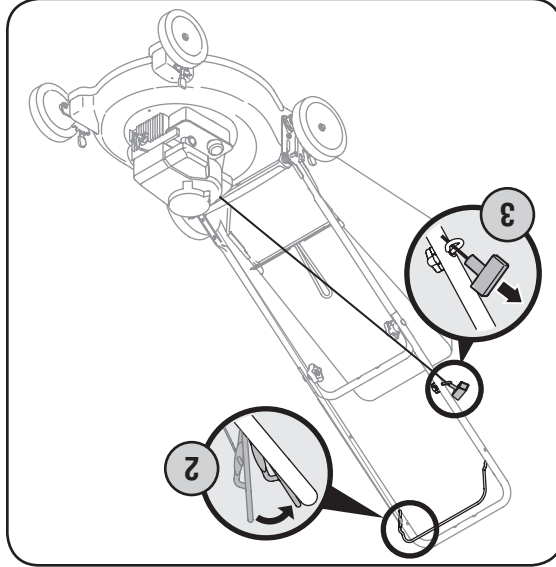

Figure 4-3
2. Tenez-vous derrière la machine, appuyez sur la poignée de commande de la lame et maintenez-la contre le guidon supérieur, comme à la Figure 4-3.